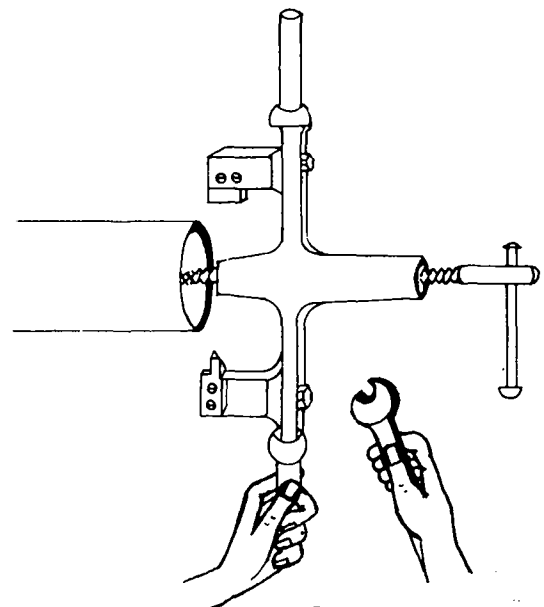

FIG. 3
4.º Passo – Solte os parafusos e afaste os suportes das ferramentas (fig. 3).